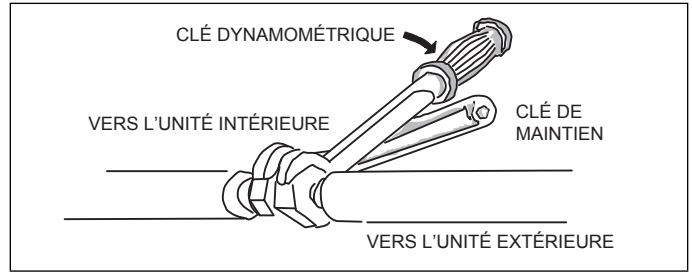

**Figure 35. Réalisation des connexions mâles-femelles**
15. Aligner les conduites de réfrigérant évasées sur les connexions filetées. Commencer par serrer légèrement les écrous évasés pour assurer qu'ils s'engagent correctement comme illustré à la « Figure 35. Réalisation des connexions mâles-femelles ».